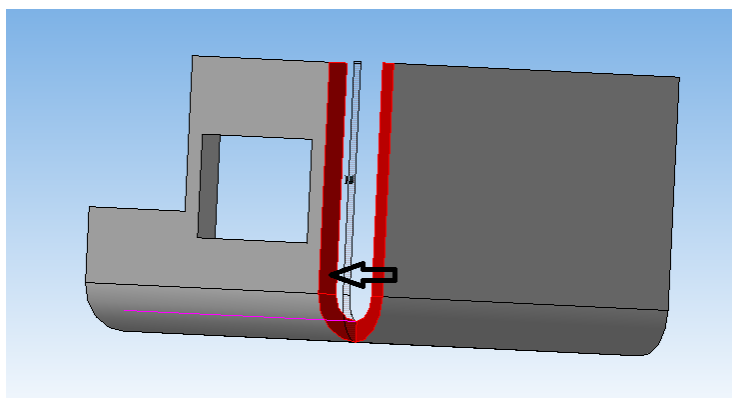

Рисунок 72.
1. На панели «Элементы листового тела» нажать кнопку «Замыкание углов» . Указываем грань согнутой части сгиба, появится фантом замыкания углов (рисунок 72).